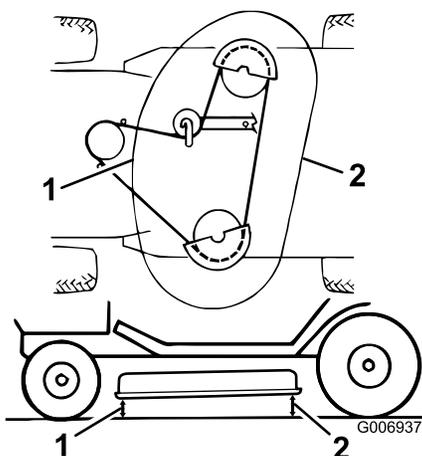

Figura 50
9. Verificate il livellamento longitudinale eseguendo la misurazione della distanza tra la parte inferiore del tosaerba (parte centrale anteriore e posteriore) e la superficie piatta (Figura 50). Nel caso in cui il lato anteriore del tosaerba sia più basso di 3-10 mm